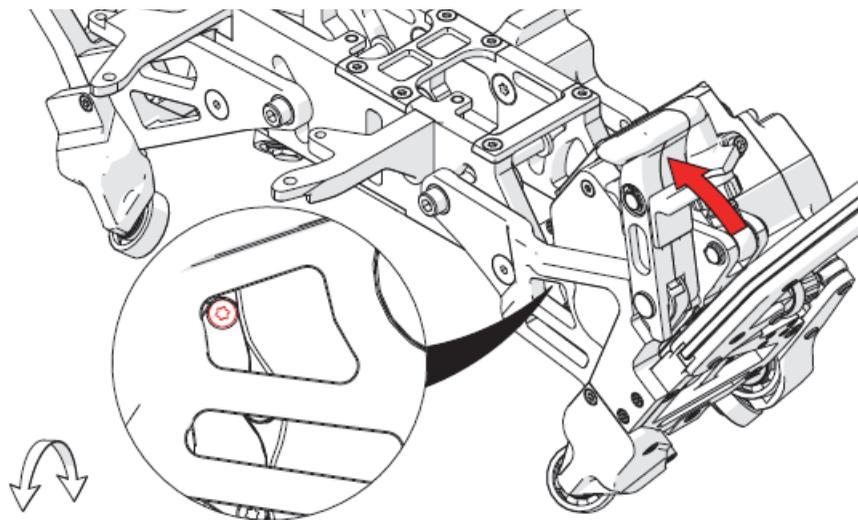

图2-4 拆下驱动轮护罩顶部的Torx螺钉
1. 松开电机啮合手柄，露出驱动轮护罩顶部的Torx螺钉（参见第86页的图2-4）。